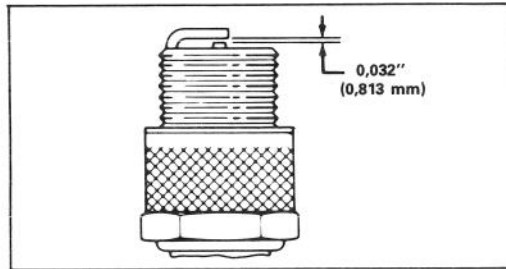

Bild 12
3. Luftspalt auf 0,8 mm einstellen (Bild 12). Die auf korrekten Abstand eingestellte Zündkerze mit einer Dichtungsscheibe anbringen und auf 20.4 N-m anziehen.